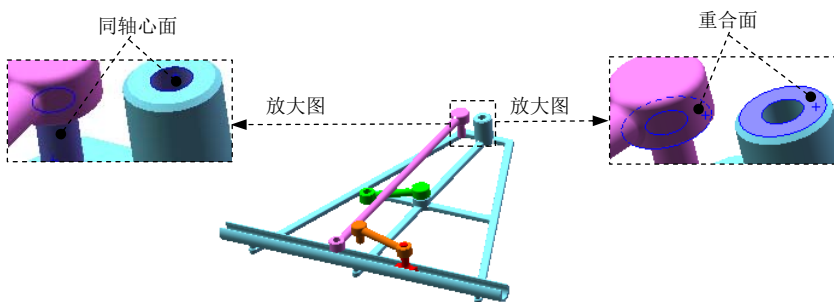

图 9.10.12 定义配合
(1) 引入零件。选择下拉菜单 **插入(I)** → **零部件(Q)** → **现有零件/装配体(E)...** 命令，系统弹出“插入零部件”对话框；单击“插入零部件”对话框中的 **浏览(B)...** 按钮，在弹出的“打开”对话框中选择 rocker_bar.SLDPRT，单击 **打开(O)** 按钮；将零件放置于合适的位置。
(2) 添加配合，使零件完全定位。
① 选择命令。选择下拉菜单 **插入(I)** → **配合(M)...** 命令，系统弹出“配合”对话框。
② 添加“同轴心”配合。单击 **标准配合(A)** 区域中的 按钮，选取图 9.10.12 所示的两个面为同轴心面，再选择“配合对齐”的“同向对齐”按钮 ，单击对话框中的 按钮。
③ 添加“重合”配合。单击 **标准配合(A)** 区域中的 按钮，选取图 9.10.12 所示的两个面为重合面，单击快捷工具条中的 按钮。